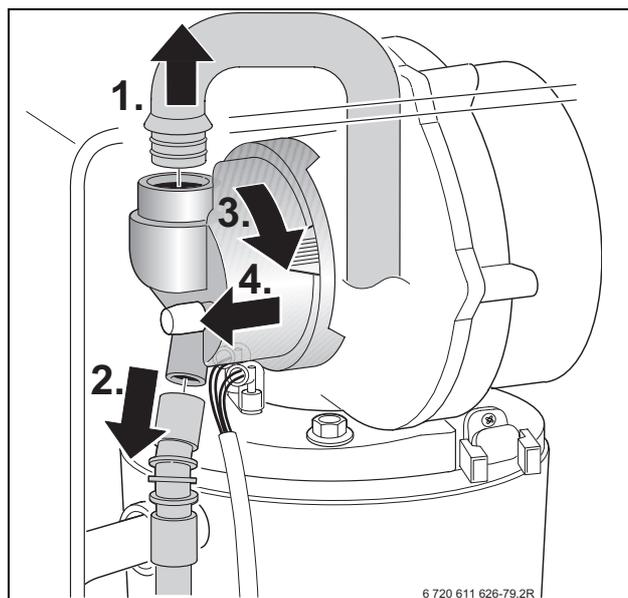

Fig. 47
- ▶ Démontez le tube d'admission d'air et retirez le tuyau à gaz du dispositif de mélange, →figure 47.
- ▶ Démontez le mélangeur (1) comme indiqué sur la figure 47.
- ▶ Vérifier que la membrane (2) ne présente ni encrassement ni fissures.